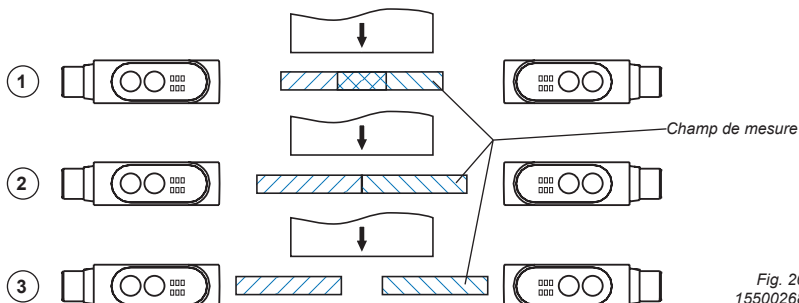

Fig. 20
Lors de cette mesure, deux FT 50 RLA ... S1 sont couplés l'un à l'autre. Les capteurs se font face (mesure de différence ou d'épaisseur - fonction n° 26) ou sont montés en parallèle (mesure de différence, parallèle - fonction n° 27). Les champs de mesure, pour la mesure de différence ou d'épaisseur, peuvent se chevaucher (1), se toucher (2) ou être distincts l'un de l'autre (3). (fig 20).
Bien qu'un FT 50 RLA n'ait qu'un champ de mesure de 70 ou 220mm, il est possible en commutant Maître - Esclave de mesurer des objets dont l'épaisseur dépasse ces seuils. La solution est dans le placement des capteurs (fig. 20). Le champ de mesure nécessaire dépend de la différence maximum d'épaisseur. Si les fluctuations d'épaisseur ou de positionnement sont minimales, on choisira des capteurs à distance de détection plus petite.